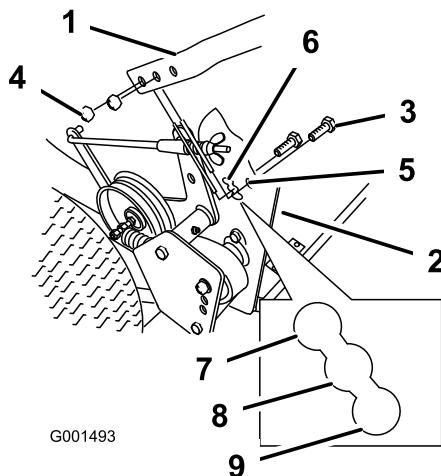

Figura 15
2. Afloje los pernos ($3/8 \times 1\text{-}1/4$ inches) y tuercas con arandela prensada superiores que sujetan el manillar al bastidor trasero (Figura 15).
3. Quite los pernos inferiores ($3/8 \times 1$ inch) y las tuercas con arandela prensada que sujetan el manillar con el bastidor trasero (Figura 15).